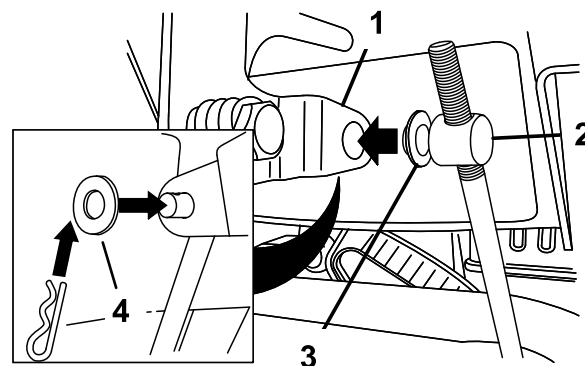

Figura11
3. Scoateți știftul în formă de agrafă și șaiba exterioară de pe axul de rotație de la capătul superior al tijei de control viteză (Figura11).
Notă: Pentru a ușura instalarea, lăsați șaiba plată pe axul de rotație (Figura11).
6. Ridicați tija de control viteză și introduceți axul de rotație în orificiul din maneta selectorului de viteză (Figura11).
- B. Deconectați axul de rotație de la maneta selectorului de viteză (Figura11).
- C. Rotiți axul de rotație în jos (în sensul acelor de ceasornic) pe tija de control viteză (Figura11).